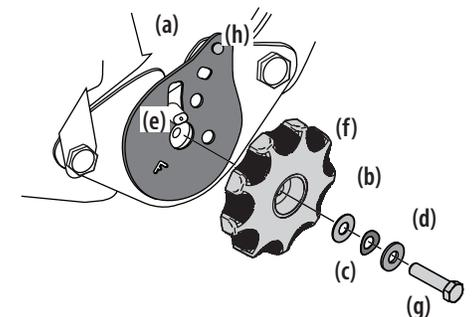

Figure 2-12
7. Retirez le dispositif de réglage du siège du sac et installez-le comme illustré sur la Figure 2-12.
**Note :** Vérifiez que la plaque de réglage (a) est bien placée, puis installez la rondelle en plastique (b), la rondelle ondulée (c) et la rondelle métallique (d). Voir Figure 2-12. La rondelle en plastique doit être placée en premier.
8. Placez la plaque de réglage (a) sur la goupille (e). Voir Figure 2-12.